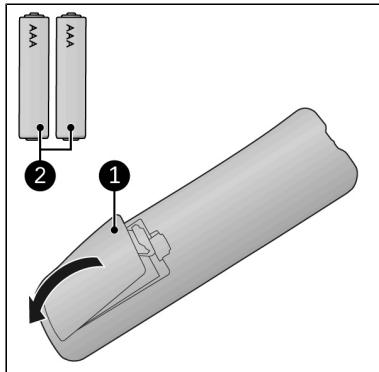

Figure 118.
1. Odstráňte kryt batérie (Figure 118, poz. 1).
2. Vložte dve batérie (AAA 1,5 V) (Figure 118, poz. 2) podľa označenia v priestore pre batérie. Skontrolujte, či sú batérie vložené správne.